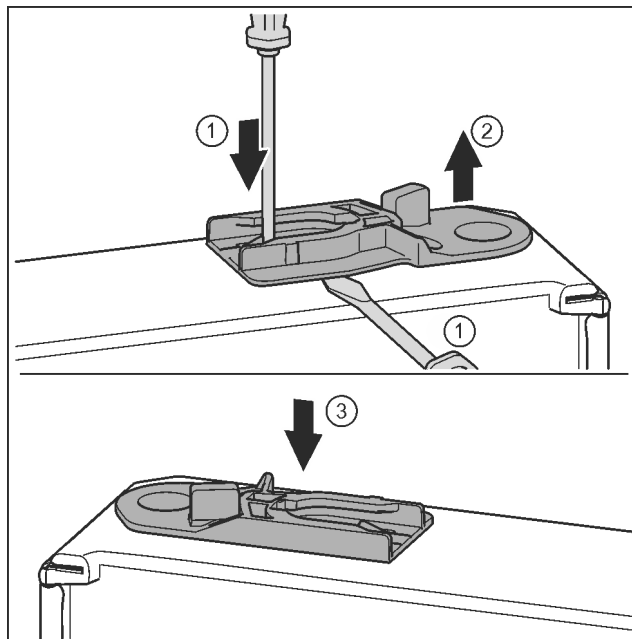

Fig. 32
- ▶ Húzza ki a vezetőhüvelyt: Nyomja a fedőlemezt a csavarhúzóval, és közben nyúljon a csavarhúzóval a vezetőhüvely alá. Fig. 32 (1, 2)
- ▶ Tolja be a kiszállított csomagban található vezetőhüvelyt a ház másik oldalára. Fig. 32 (3)